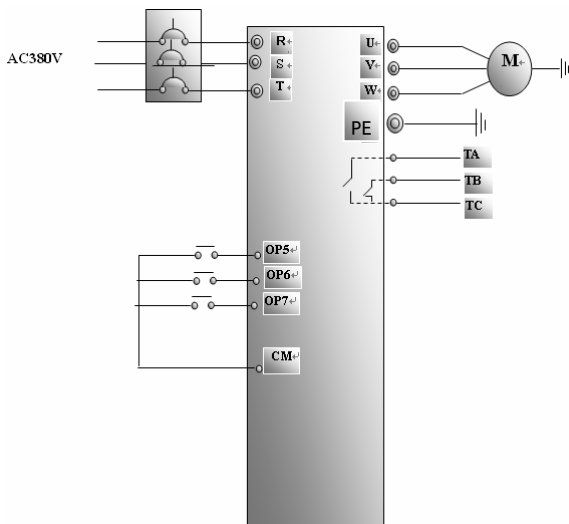

图 4-2 接线图 2
(1) 按图 4-2 配线, 检查接线正确后, 合上空气开关, 变频器上电;